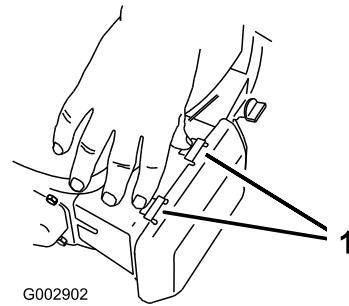

Bild 23
- Drücken Sie die Verriegelungsnasen oben an der Luftfilterabdeckung nach unten (Bild 23).